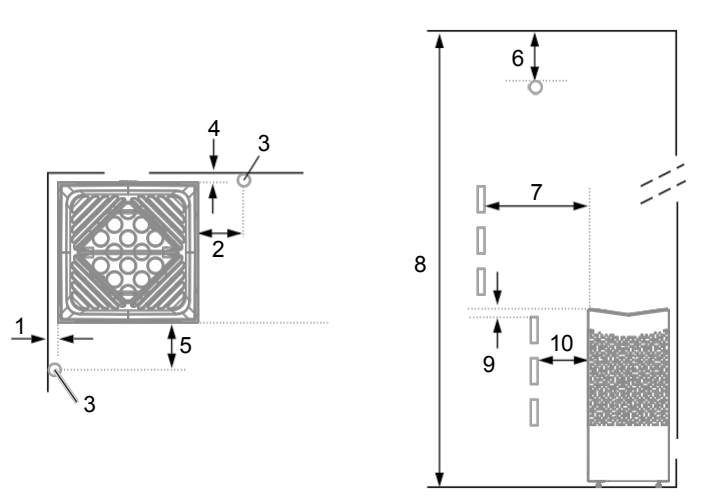
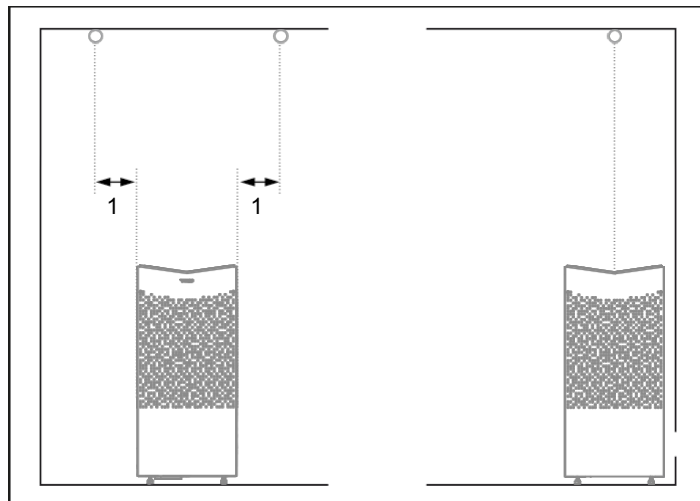

Figura 3: Posizionamento del riscaldatore - installazione normale
Figura 4: Installazione del sensore sul soffitto
- Pianificare il posizionamento della stufa per sauna (vedere la sezione Posizionamento della stufa - installazione normale, Figura 3).
- Pianificare il posizionamento del sensore (vedere la Figura 3 e la Figura 4).
- Posizionare la stufa a una distanza di sicurezza dal pavimento, dalle pareti laterali e dagli elementi interni (vedere la Figura 3).
Posizionare il sensore come illustrato nella figura (vedere la Figura 3). Chiudere eventuali prese d'aria attive situate entro 1000 mm dal sensore,
Se la parete su cui deve essere installato il sensore è realizzata in materiale altamente termoconduttivo (ad es. cemento, mattoni, ecc.) o in vetro temperato, il sensore può essere installato a soffitto a una certa distanza dal riscaldatore, come illustrato nella Figura 4.